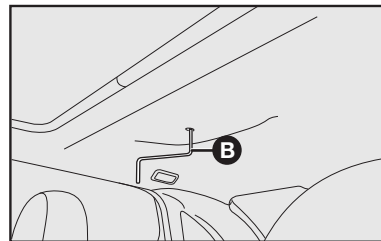

fig. 78
**2** - utilizar a chave sextavada **B-fig. 78**, fornecida com o veículo (no kit de bordo), introduzindo-a na sede sextavada e girar: